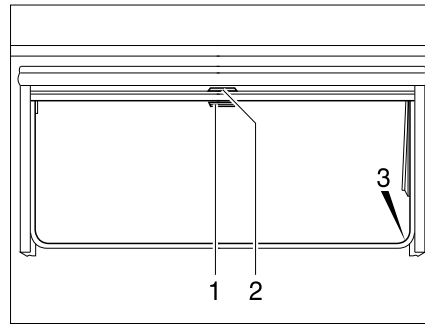

Bild 55 Ausstellfenster
- Verdunklungsrollo am Griff (Bild 55,2) nach unten ziehen. Wenn das Verdunklungsrollo ganz geschlossen wird, das Verdunklungsrollo auf beiden Seiten am Fensterrahmen in die Arretierung (Bild 55,3) einhängen.
- Wenn das Verdunklungsrollo vollständig geschlossen ist: Den Griff (Bild 55,2) nach unten drücken und den Griff dabei leicht nach innen ziehen. Das Verdunklungsrollo aus den Arretierungen links und rechts am Fensterrahmen aushängen.
- Wenn sich das Verdunklungsrollo in Zwischenposition befindet: Den Griff (Bild 55,2) leicht nach unten ziehen, bis sich die Arretierung gelöst hat.
- Insektenschutzrollo am Griff (Bild 55,1) nach unten ziehen und auf beiden Seiten am Fensterrahmen in die Arretierung (Bild 55,3) einhängen.
- Griff (Bild 55,1) nach unten drücken und den Griff dabei leicht nach innen ziehen. Das Insektenschutzrollo aus den Arretierungen links und rechts am Fensterrahmen aushängen.